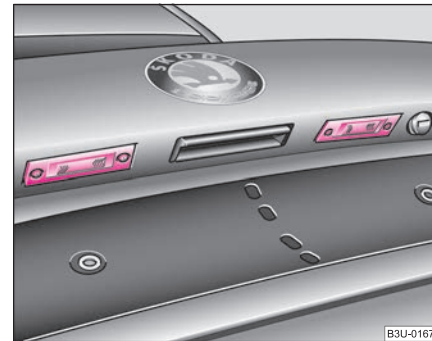

Fig. 204 Capacul portbagajului:
- Deșurubați geamul lămpii ⇒ fig. 204.